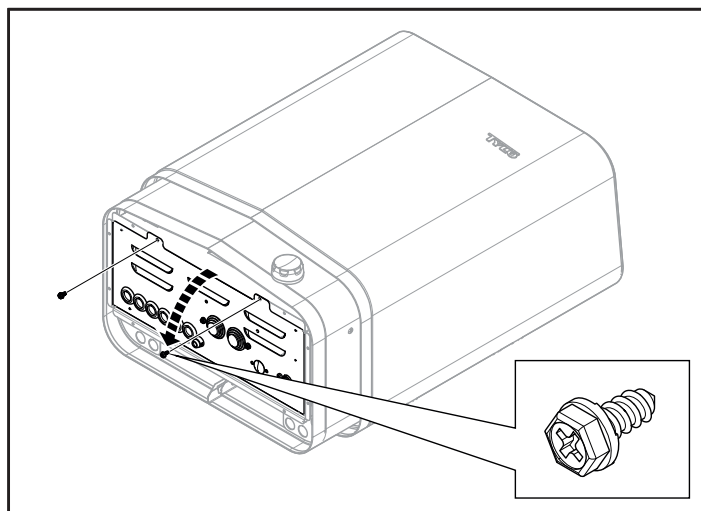

Fig 8: Öppna/stänga luckan
2. Lossa skruvarna och öppna luckan (se Fig 8).
- Stäng luckan och skruva i skruvarna (se Fig 8, sidan 4).